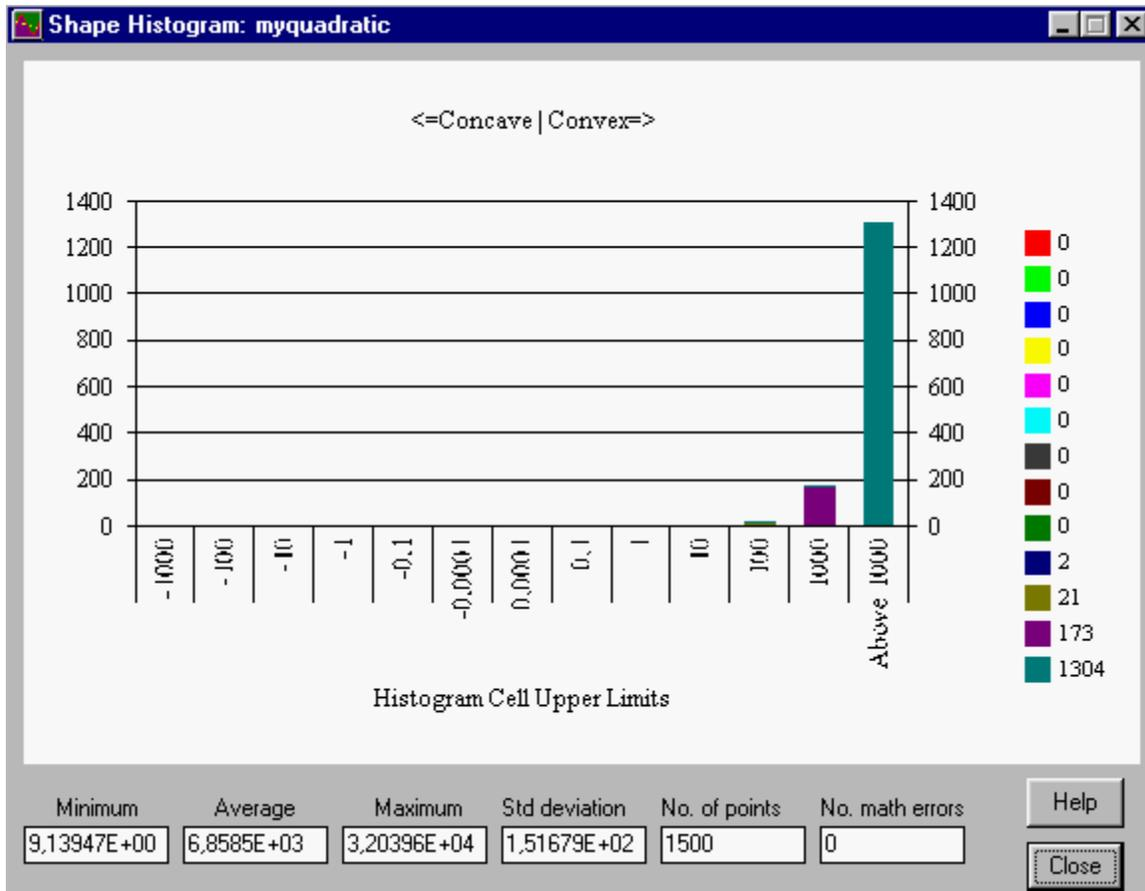

Figure 3-5 La boîte de dialogue « *Shape Histogram: myquadratic* »
Cliquer sur le bouton **Shape**. La boîte de dialogue « *Shape Histogram: myquadratic* » affichée devrait ressembler à celle de la figure 3-5 de la page suivante. L'histogramme de la distribution de fréquence des différences entre les valeurs (1) et (2) décrites à la section 2 indique que la contraintes est convexe.